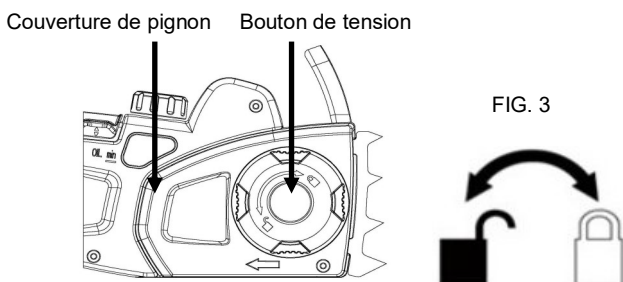

FIG. 3
3. Enlever le couvercle de pignon. (Fig. 3)